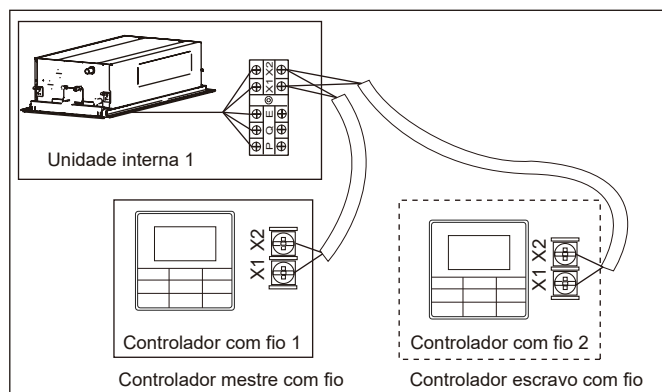

Figura 37
- Utilize um controlador com fio para controlar uma unidade interna ou dois controladores com fio (um controlador mestre e um escravo) para controlar uma unidade interna (consulte a Figura 37);